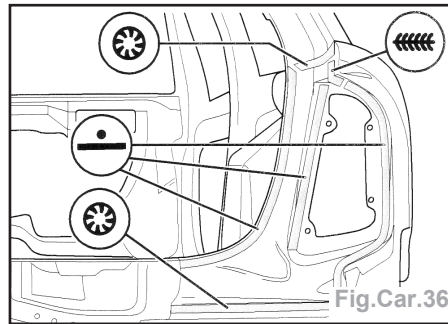

Fig.Car.36
- Soudure ponctuelle des supports de feux AR (Fig.Car.36).